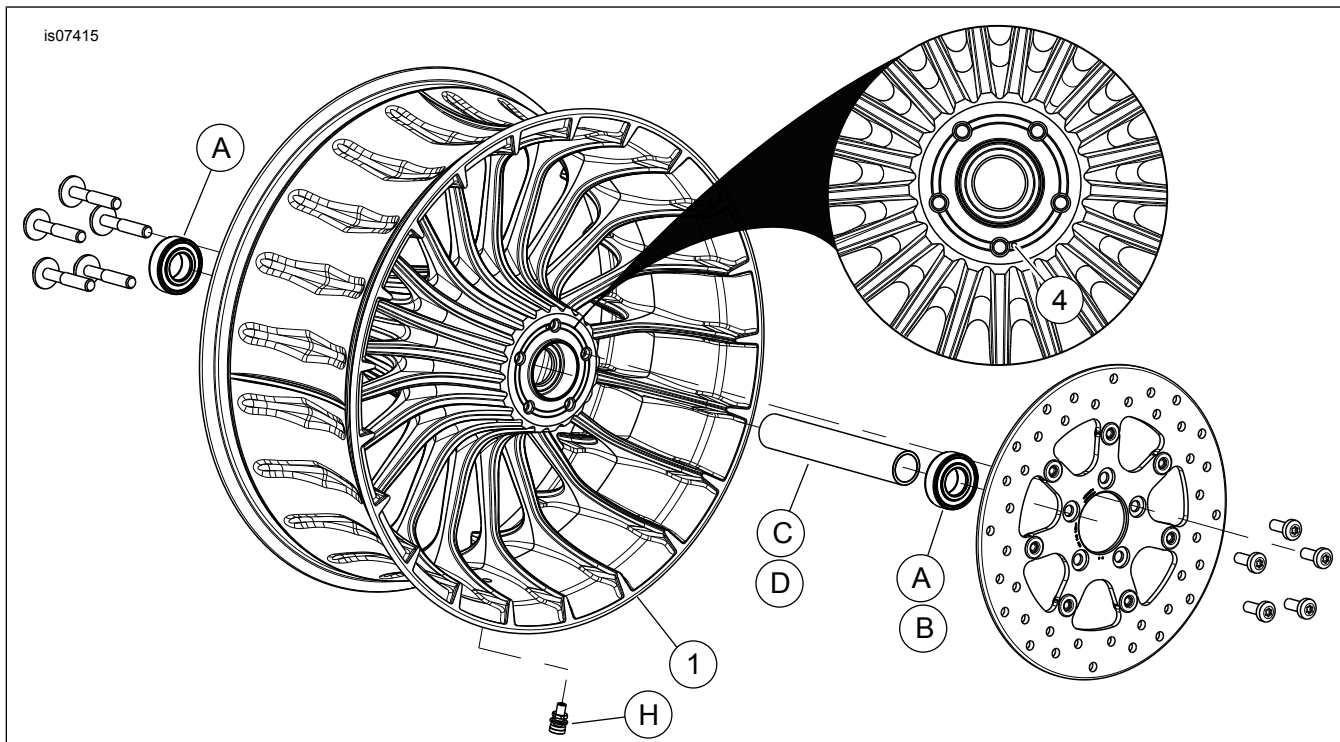

Figura 1. Parts tas-Service: Rota tat-Turbina ta' Wara
Dawn il-kits jinkludi rota personalizzata biss. Ara Figura 1 u Tabella 2 .
2. Ara Figura 1 . Installa l-assemblaġġ tal-virga tal-valv (H) fuq ir-rota. Ara l-manwal tas-servizz.